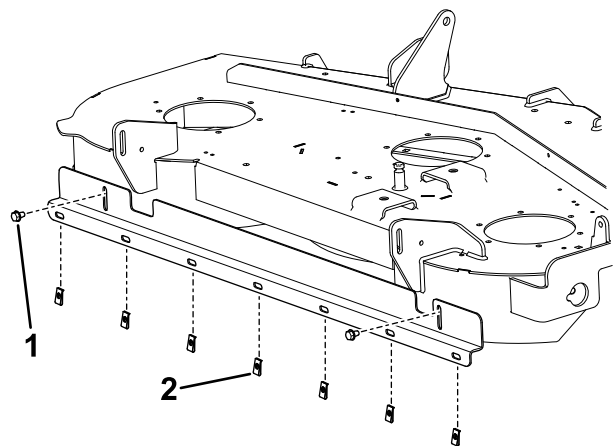

Figura 3
4. Montate la staffa nei fori utilizzando 2 bulloni autofilettanti (Figura 3).
5. Applicate le 7 piastrine per viti autofilettanti sui fori praticati nella staffa (Figura 3).